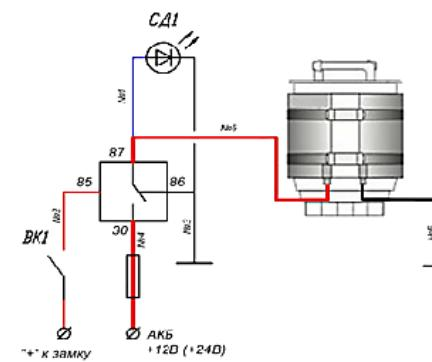

Рисунок 3
5.7 При подключении подогревателя к электрической бортовой сети с **ручным управлением подогревом** (рисунок 3):